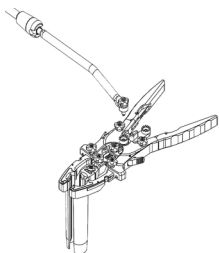

Figura 11
- Alinhe os dentes dos elementos raídos na extremidade distal do **Braço Articulado** (ML-0061) ou da **Interface do Braço** (ML-0902) e no ponto de fixação pretendido na estrutura do **Retrator**, aperte à mão e fixe no lugar com a **Ferramenta Hexagonal** (Figura 11).